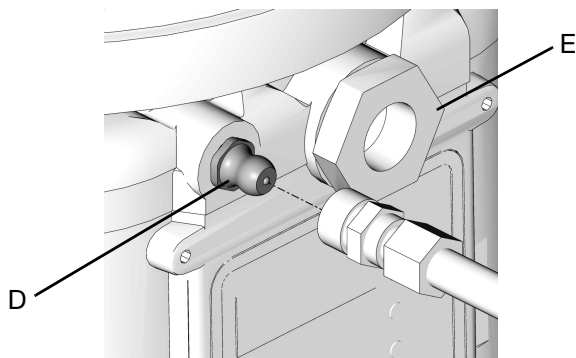

FIG. 13
1. Conecte la manguera de llenado al racor de entrada Zerk (D) (Fig. 13).
1. Conecte la manguera de llenado al racor de entrada Zerk (D) (FIG. 13).